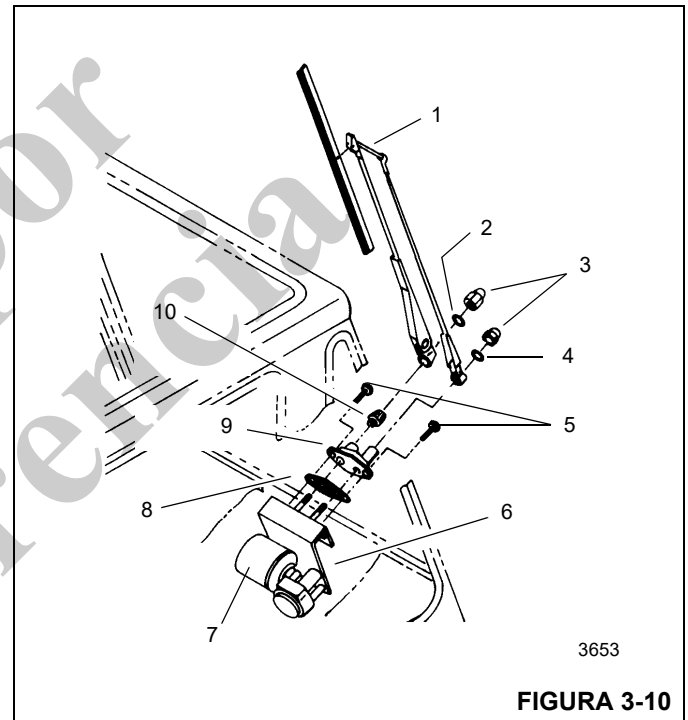

FIGURA 3-10
5. Desconecte la manguera del lavaparabrisas en el brazo del limpiaparabrisas (también conocido como el conjunto de brazo de pantógrafo) del conjunto de boquilla (Figura 3-10).